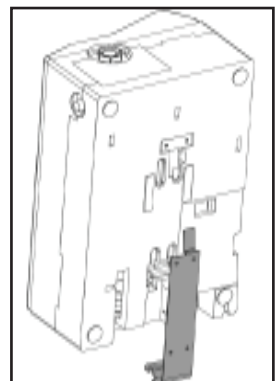

Bild 2
- Das Gerät von oben in die Wandhalterung einschieben und dabei überprüfen, dass die Aufnahmen wieder in den entsprechenden Führungen sitzen, siehe Rückansicht Bild 2 und 3.